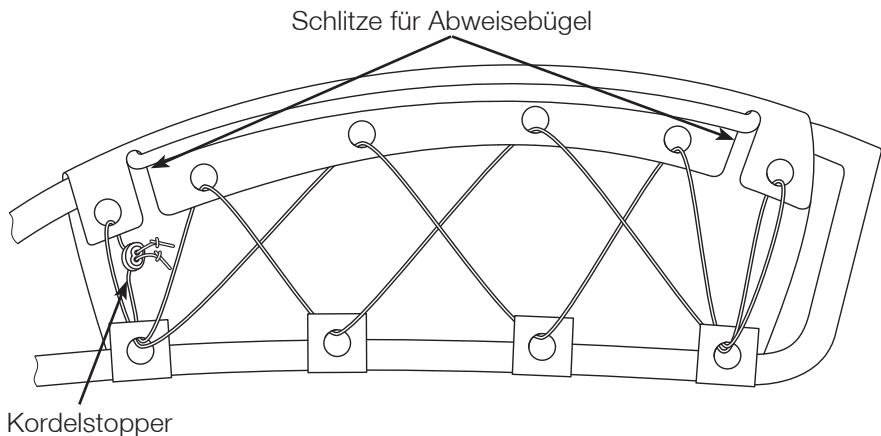

Abb. 11
2. Ziehen Sie das Gummiseil durch die Ösen und verbinden die oberen mit den unteren Ösen. Beginnen Sie am hinteren Teil des Wagens und führen Sie die beiden Seilenden vorne durch den Kordelstopper (Abb. 11)